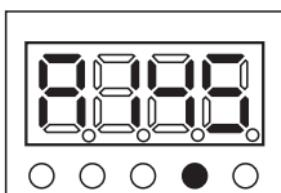

图7
(6) 欠压跳闸：当前电压小于档位设定的电压时，显示欠压故障，屏幕显示如图7所示。